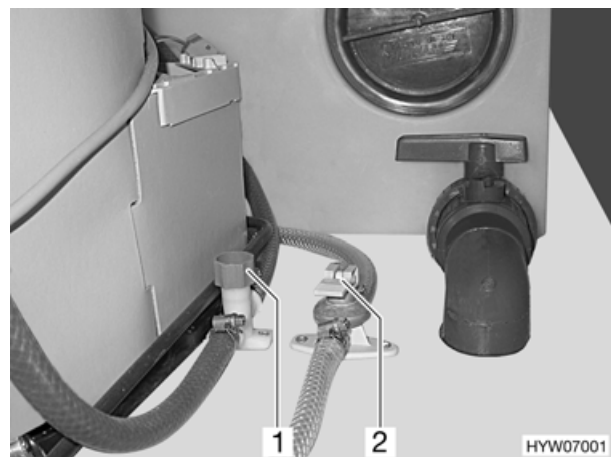

Fig. 45 Valvole di scarico
- Chiudere la valvola di scarico del boiler (Fig. 45,2). La valvola di scarico si trova nel gavone di coda. Per chiudere mettere la leva a bilanciere in posizione orizzontale.
- Ruotare il cappelletto di valvola blu (Fig. 45,1) in senso orario.
- Aprire la valvola di scarico del boiler (Fig. 45,2). A questo scopo mettere la leva a bilanciere sulla valvola di scarico del Boiler in posizione verticale.